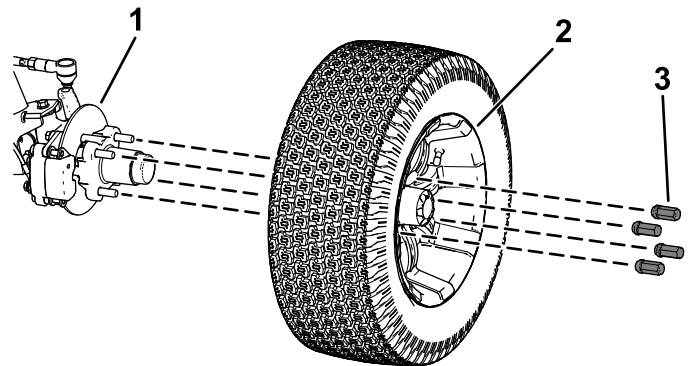

Figure 34
2. Retirez les 4 écrous de roue qui fixent la roue au moyeu (Figure 34).
- Alignez les trous dans la roue et les goujons du moyeu puis montez la roue sur le moyeu en plaçant la valve à l'extérieur (Figure 34).
- Fixez la roue au moyeu avec les écrous de roue (Figure 34). Serrez les écrous de roues à un couple de 108 à 122 N·m.